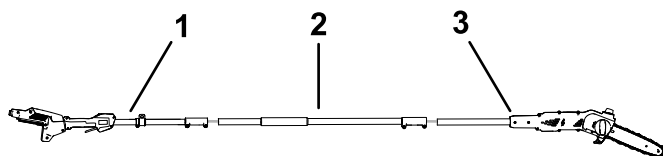

Figura 4
1. Despliegue las secciones de la pértiga (Figura 4).